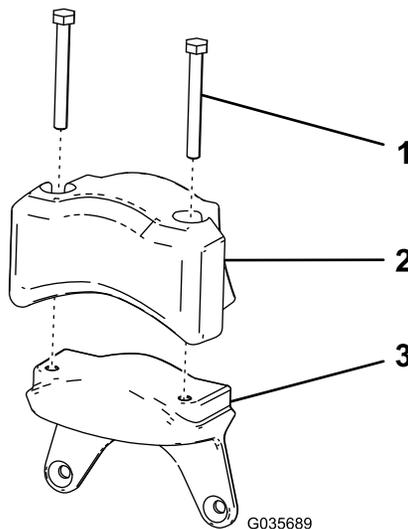

Figure 8
- Montez sur la masse neuve le contrepoids électrique et les 2 vis (5/16" x 2¾") que vous avez retirés à l'opération Dépose du contrepoids de moteur électrique (page 3) (Figure 8).